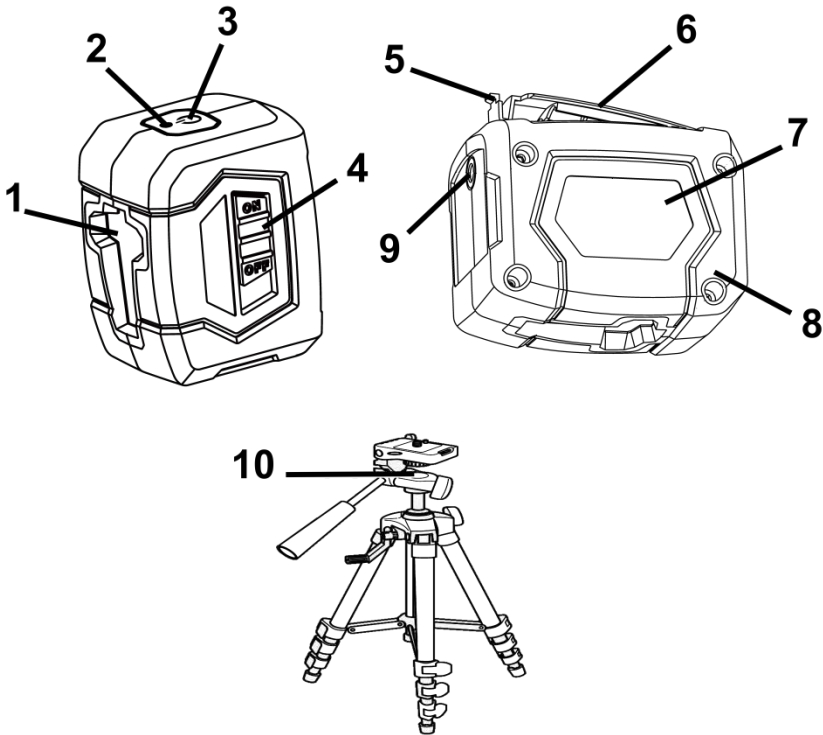

Рисунок 1
Ці два промені формують на протилежному від рівня об'єкті дві взаємно-перпендикулярні лінії, горизонтальну і вертикальну. Протягом приблизно чотирьох секунд рівень автоматично вирівнюється. По закінченню процесу вирівнювання індикатор 2 (рисунок 1) заблимає зеленим кольором. Якщо індикатор 2 блимає червоним кольором, це означає, що рівень встановлений з боковим або фронтальним нахилом, більшим ніж $\pm 4^\circ$.
6.2 Виріб, очищений від пилу і бруду, має зберігатися в упаковці підприємства-виробника в сухих провітрюваних приміщеннях при температурі навколишнього середовища від плюс 15°C до плюс 30°C , відносною вологістю повітря не більше 80% і відсутністю прямого впливу атмосферних опадів. При зберіганні і транспортуванні кнопка 4 (рисунок 1) повинна бути зрушена вниз. Упаковка повинна зберігатися до закінчення гарантійного терміну експлуатації виробу.